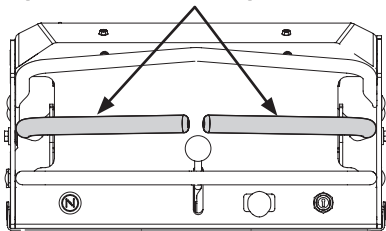

Figura 10
1. Compruebe que las palancas de control de la transmisión derecha e izquierda están en la posición neutral y el freno de mano no está aplicado (Figura 10).